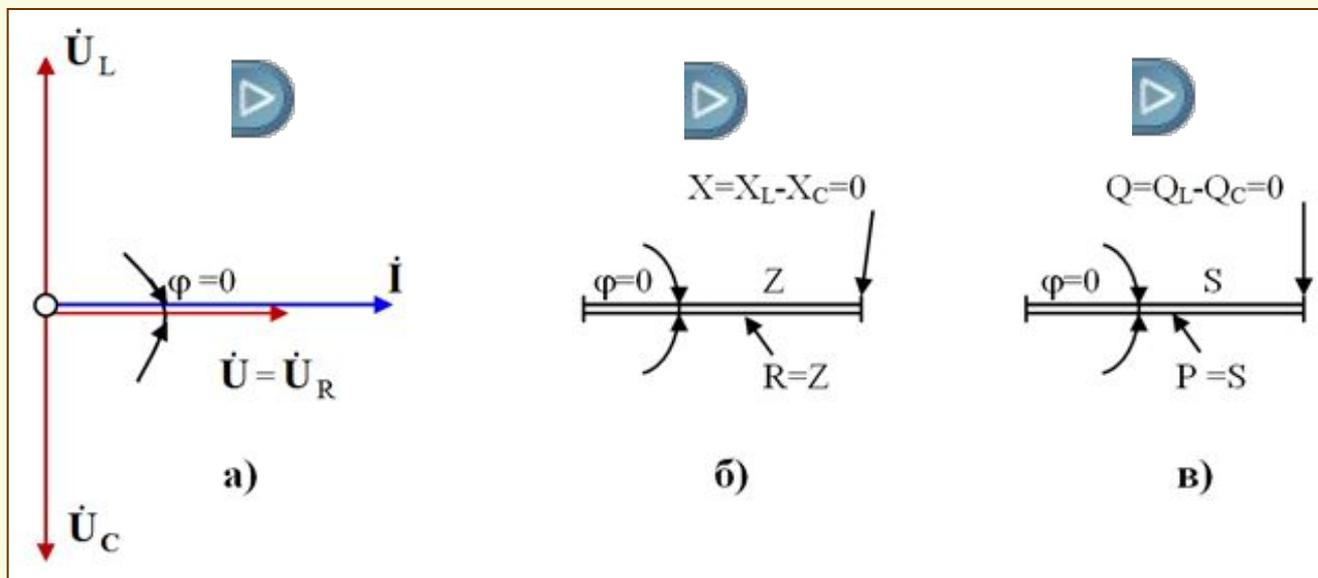

Рис.5. Резонанс напряжений в цепи с последовательным соединением  $R, L, C$ -элементов
*Резонансом напряжений называется режим электрической цепи синусоидального тока с последовательно соединенными индуктивностью  $L$  и конденсатором  $C$  при котором угол сдвига фаз между общим напряжением и током в цепи равен нулю (см. рис. 5,а).*
Как видно из векторной диаграммы на **рис. 5,а**, в этом случае вектор тока  $\mathbf{I}$  и вектор общего напряжения  $\mathbf{U}$  совпадают по направлению, так как они имеют равные начальные фазы  $\psi_u = \psi_i$ .
В комплексной форме  $\dot{U}_L = -\dot{U}_C$ , то есть векторы этих напряжений разнонаправлены (**см. рис.5,а**).
3. Поскольку  $U_{Lрез} = U_{Cрез}$ , то напряжение на активном сопротивлении при резонансе напряжений оказывается равным напряжению сети (**см. рис. 5,а**):
В комплексной форме  $\dot{U}_R = \dot{U}$ , то есть векторы этих напряжений однонаправлены (**см. рис. 5,а**).
Поэтому *треугольник сопротивлений при резонансе напряжений имеет вырожденный характер*, (см. рис. 5б.).
8. *Общая реактивная мощность  $Q$  при резонансе напряжений равна нулю*:  $Q = |Q_L - Q_C| = |U_L I - U_C I| = 0$ , так как  $U_L = U_C$ . Поэтому *треугольник мощностей при резонансе имеет вырожденный характер*, как показано на **рис. 5в**.